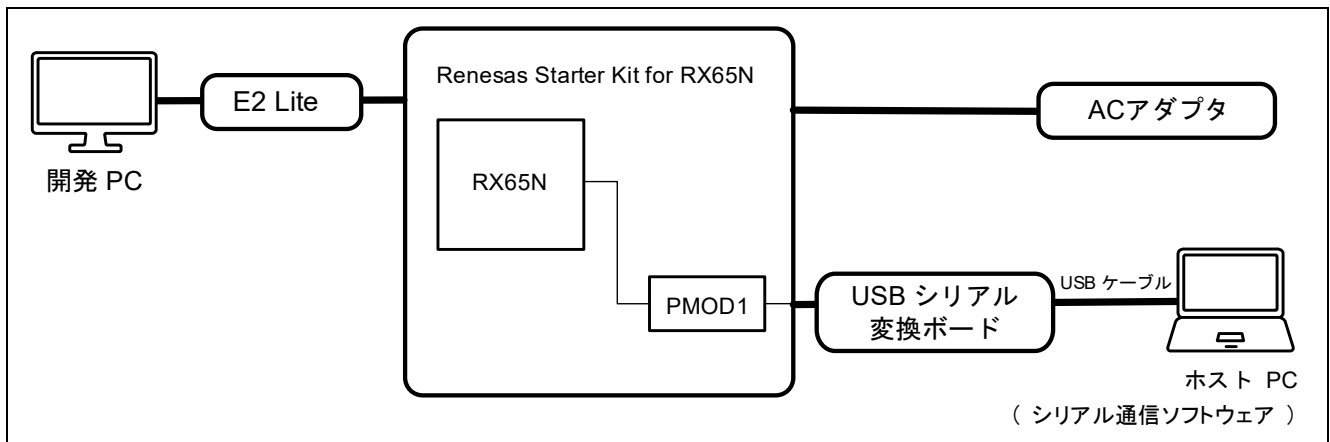

図 4-2 RSK RX65N 機器接続図
1. 「図 4-2 RSK RX65N 機器接続図」の様に PC の USB ポート, USB シリアル変換ボード, RSK ボードの PMOD1 を接続してください。
1. 「図 4-2 RSK RX65N 機器接続図」の様に PC の USB ポート、USB シリアル変換ボード、RSK ボードの PMOD1 を接続してください。